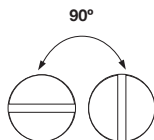

Figure 1
2. **Méthode de mesure double:** Cette méthode consiste à effectuer deux mesures d'épaisseur à proximité d'un seul point en faisant pivoter le capteur ultrasonique de 0 à 90 degrés par rapport à la face fendue (Figure 1). Prenez la plus petite des deux valeurs indiquées comme épaisseur du matériau.